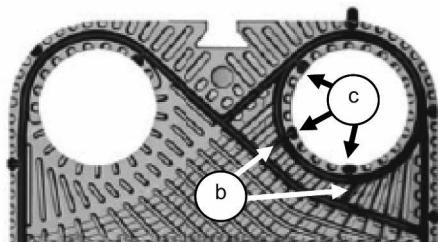

Fig.9
- Pour la moitié de joint dont la plaque dispose d'un logement correspondant à chaque Plug-in® (Fig.9-c), positionnez le joint, insérez les Plug-in® dans leur logement et encollez les barrettes de liaison Fig.9-b.
ciseaux et coller le joint comme en 5.7.3, sauf la partie circulaire entourant le collecteur. Il peut aussi être nécessaire d'éliminer les barrettes de liaison (Fig.9-b).
**NOTA:** certaines plaques ne disposent pas d'emplacement sur le pourtour des collecteurs pour insérer les Plug-in® des joints, il faut donc les couper avec des ciseaux. Pour ces plaques, il faut également couper les barrettes de liaison Fig.9-b. La zone non maintenue des joints doit alors être maintenus par collage. Nous conseillons d'encoller en totalité les joints d'échangeur DN200.